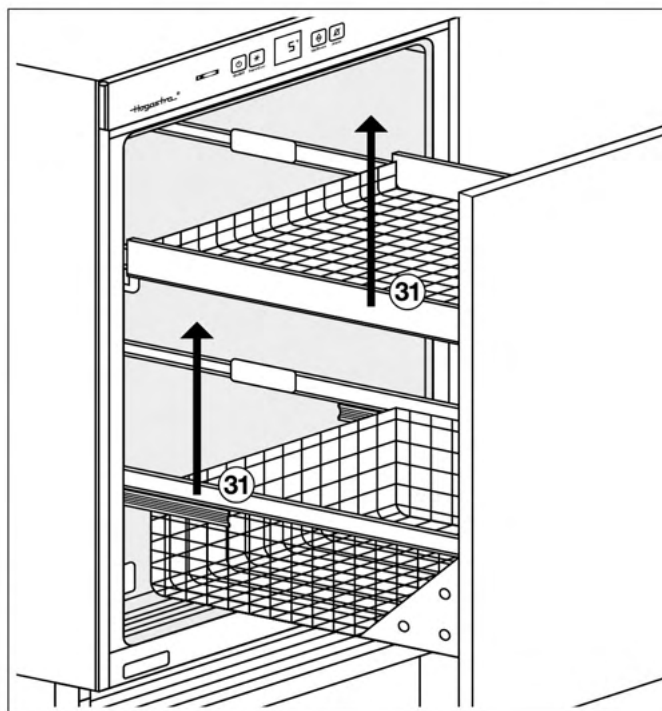

Fig. 32
- ▶ **Flaschenkörbe herausnehmen:** nach Abbildung (Fig. 32) anheben und oben herausnehmen.